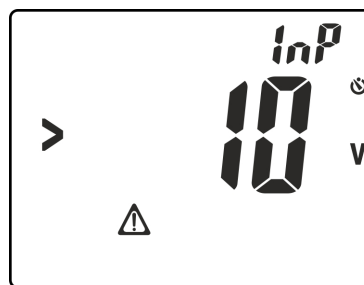

Fig. 17: Presencia tensión en los terminales de entrada
7. Pulse la tecla **GO/HOLD** para activar la prueba. La pantalla de Fig. 17 puede ser mostrada en el visualizador señalando la presencia de una tensión **>10V** presente en los terminales de entrada que bloquea el desarrollo de la prueba
7. Pulse la tecla **GO/HOLD** para **activar la prueba**. La pantalla de Fig. 17 puede ser mostrada en el visualizador señalando la presencia de una tensión **>10V** presente en los terminales de entrada que bloquea el desarrollo de la prueba